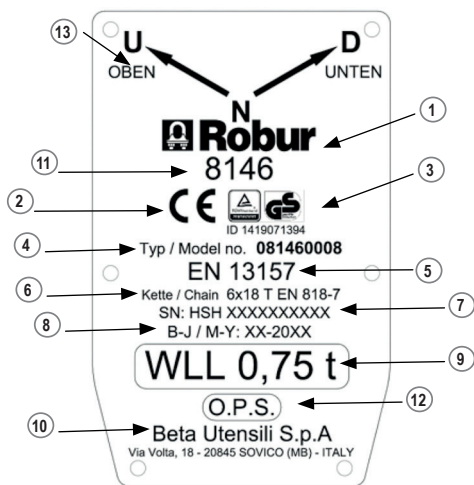
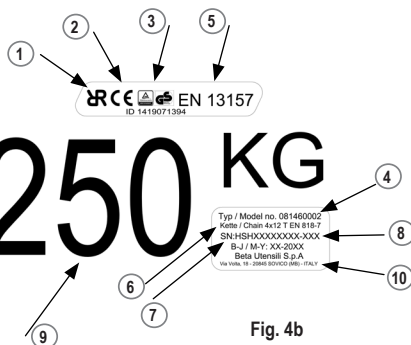

Fig. 4a
Fig. 4b
Tutte le informazioni del paranco sono contenute su una targa dati fissata al paranco stesso (Fig. 4a - Fig. 4b).
** Pour les hauteurs de levage autres de celles reportées dans le tableau des spécifications techniques, le numéro de modèle indiqué sur la plaque des données (Fig. 4a et 4b) est toujours celui du modèle avec hauteur de levage par TÜV, à savoir 1,5 m. Dans ces cas est apposée une plaque supplémentaire de données à proximité de la fin de course inférieure. La hauteur de levage, et donc la longueur de la chaîne, ne sont pas importantes aux fins de la conformité à la norme.